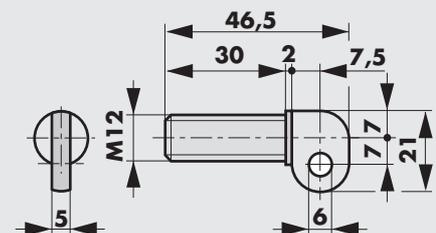

Abb. 6
- Schließer wurde mit Nut (siehe Abb.6) zum Band zeigend eingebaut (vgl. Montage Punkt 3). Schließer ausbauen (vor Entfernen des Bolzens zwischen Gelenkauge und Gabel den Sicherungsstift von oben wieder in das Kunststoffgelenk stecken). Um 180° drehen und wieder einbauen.